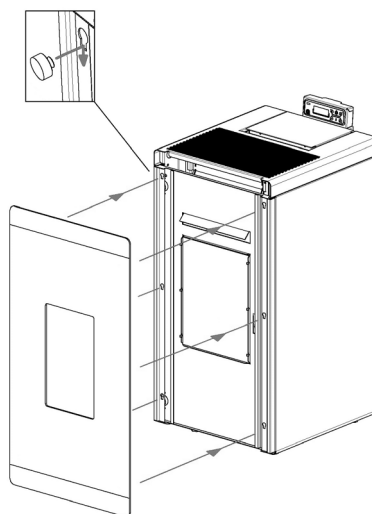

Fig. 41 - Umieszczanie szkła
- Umieścić szkło na drzwiach metalowych: zahaczyć głowy śrub na otworach drzwi (patrz **Fig. 41**).